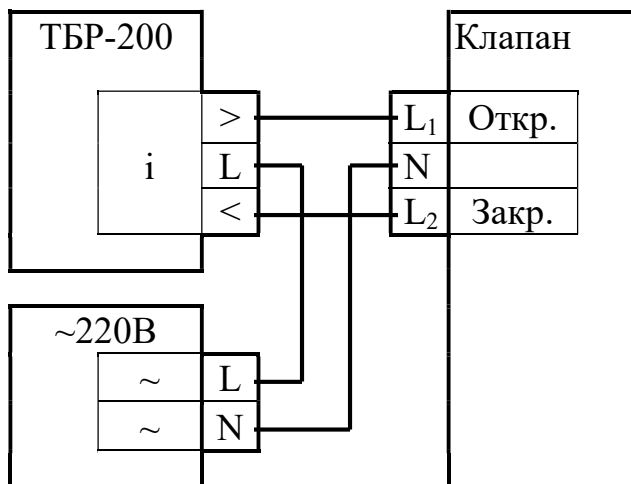

Рисунок 3.5 – Схема подключения исполнительных механизмов
3.1.7.1 Подключение ламп аварийной сигнализации выполняют к группе контактов, имеющих маркировку «3», аналогично подключению клапана (рис. 3.5) между контактами L и 1 или 2. Контакт 1 соответствует нештатной ситуации в контуре 1, контакт 2 – нештатной ситуации в контуре 2.